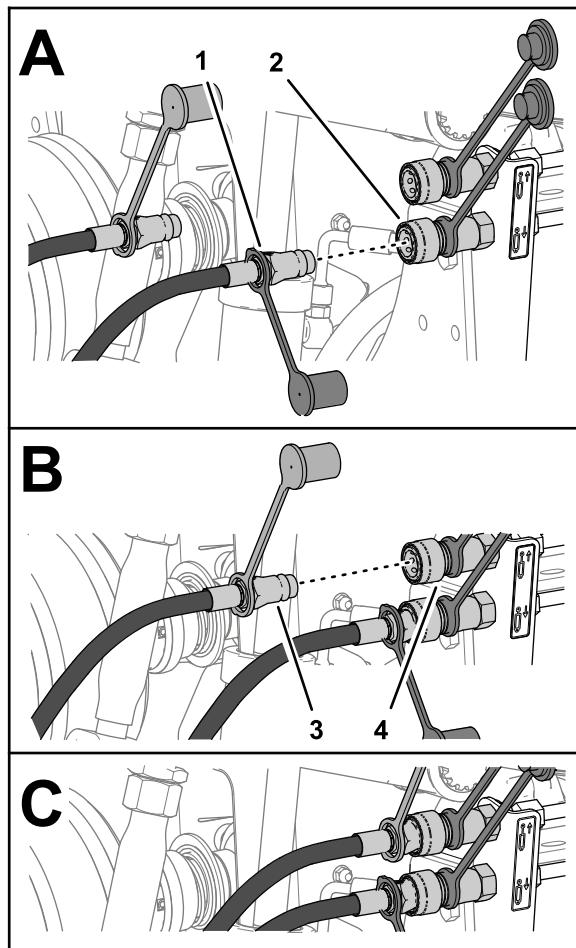

Figura 33
4. Conecte la manguera de extensión del cilindro del acoplamiento de conexión rápida al circuito de bajada de accesorios traseros del enganche de desconexión rápida (Figura 33).